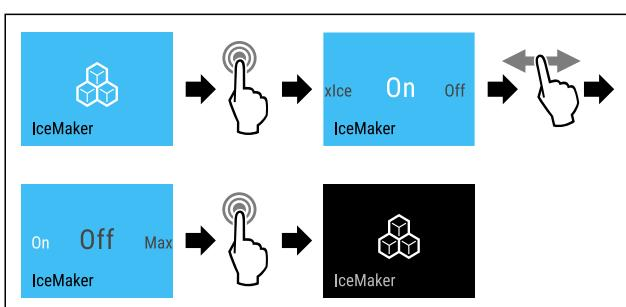

Fig. 20 Пример отображения с активированной функцией IceMaker
- Выполните шаги действия (см. Fig. 20).